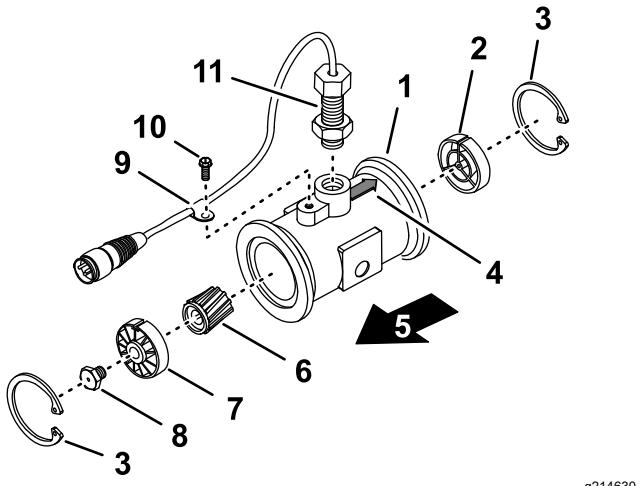

Figura 152
3. Retire el anillo de sujeción del lado "aguas arriba" (Figura 152).